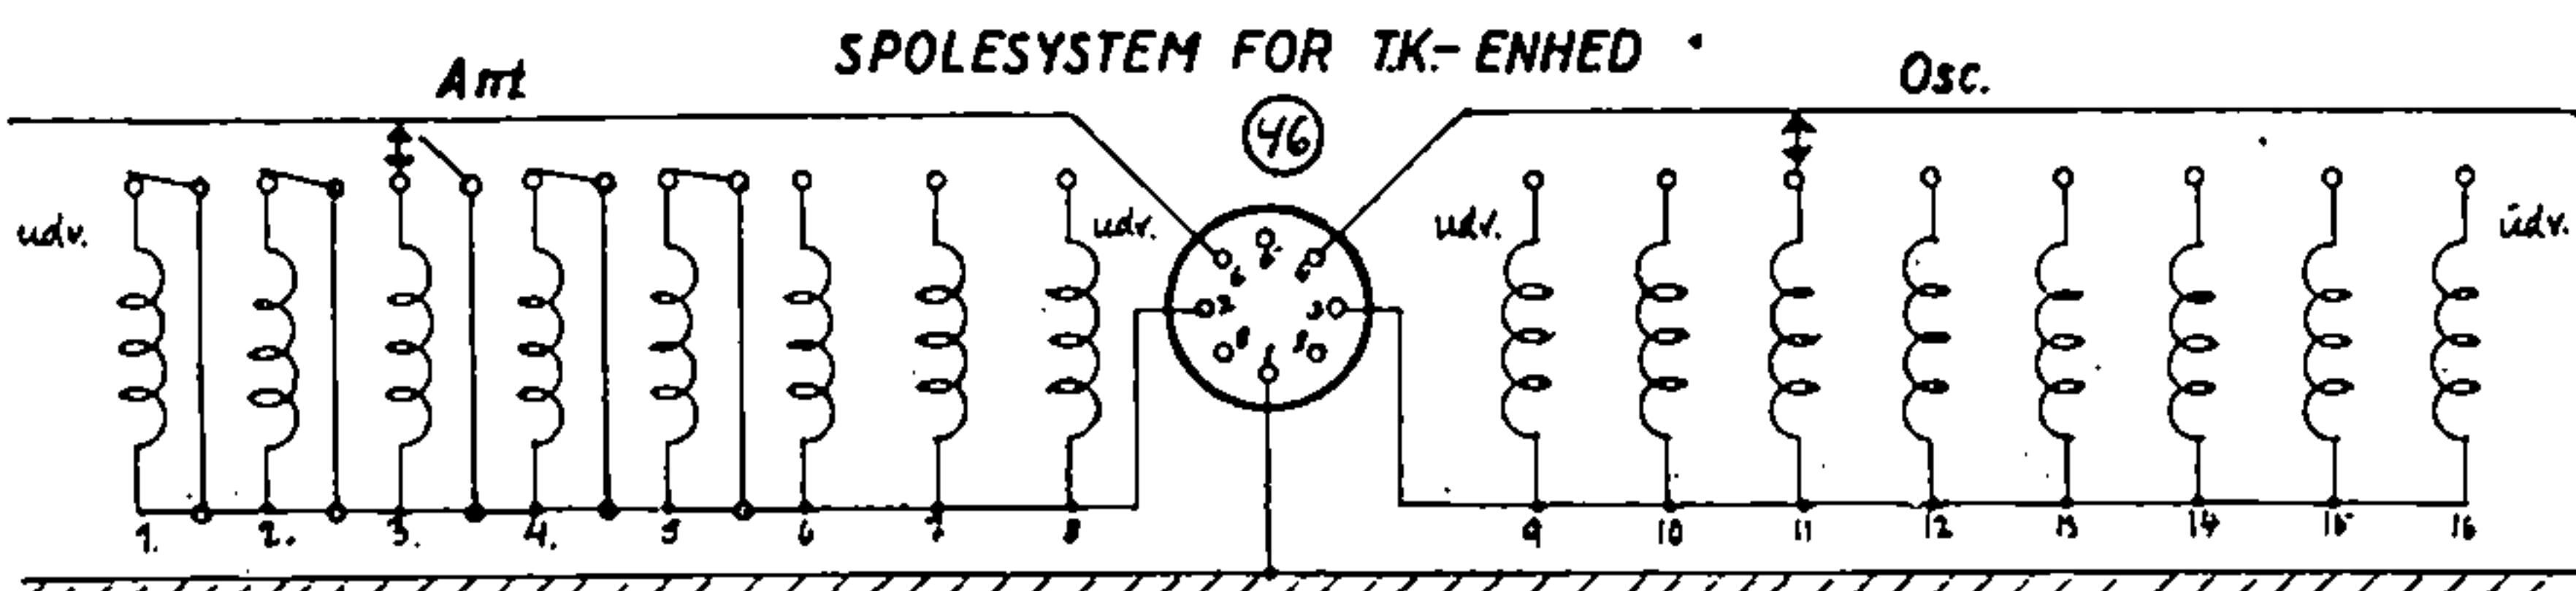

Fig. 7
Fig. 7 viser Diagram af Spolesystemet for T.K.-Enheden og Forbindelserne med Stikproppen (46). Kortslutningskontakterne paa Forkredssiden skal kortslutte de Spoler, der ikke benyttes, og saaledes forhindre, at disse danner Bølgefælde og virker dæmpende paa den benyttede Spole. Det samme er opnaaet ved Hjælp af en lille, traadviklet Kondensator forbundet parallelt over Spolerne (findes i den første Serie Modtagere).
- A. Forsølvede Kontaktstinner forbundet med Kontaktbenene 4 og 6 paa Stikproppen (Fig. 7).
- B. Fællesskinne forbundet med Kontaktben 3 og 7 (Fig. 7).